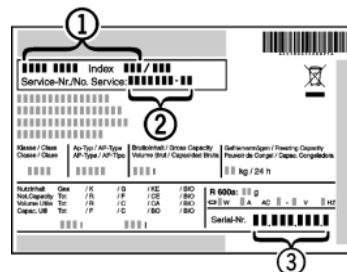

Fig. 7
- ▶ Označení přístroje *Fig. 7 (1)*, servisní číslo *Fig. 7 (2)* a sériové číslo *Fig. 7 (3)* naleznete na typovém štítku. Identifikační typový štítek je umístěn na levé vnitřní stěně přístroje.
- ▶ Informujte zákaznický servis a sdělte poruchu, označení přístroje *Fig. 7 (1)*, servisní číslo *Fig. 7 (2)* a sériové číslo *Fig. 7 (3)*.